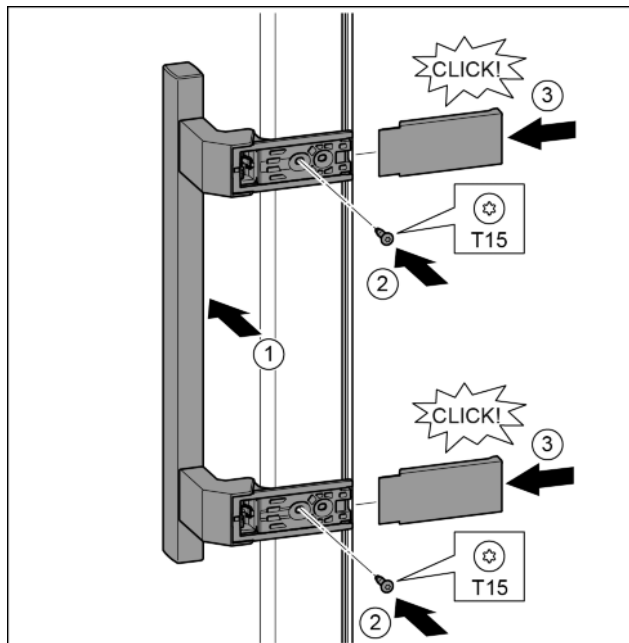

Fig. 20
- ▶ Nasadte madlo na protilehlé straně. Fig. 20 (1)
- ▶ Šroubovákem T15 pevně utáhněte šrouby. Fig. 20 (2)
- ▶ Kryty bočně nasadte a nasuňte. Fig. 20 (3)